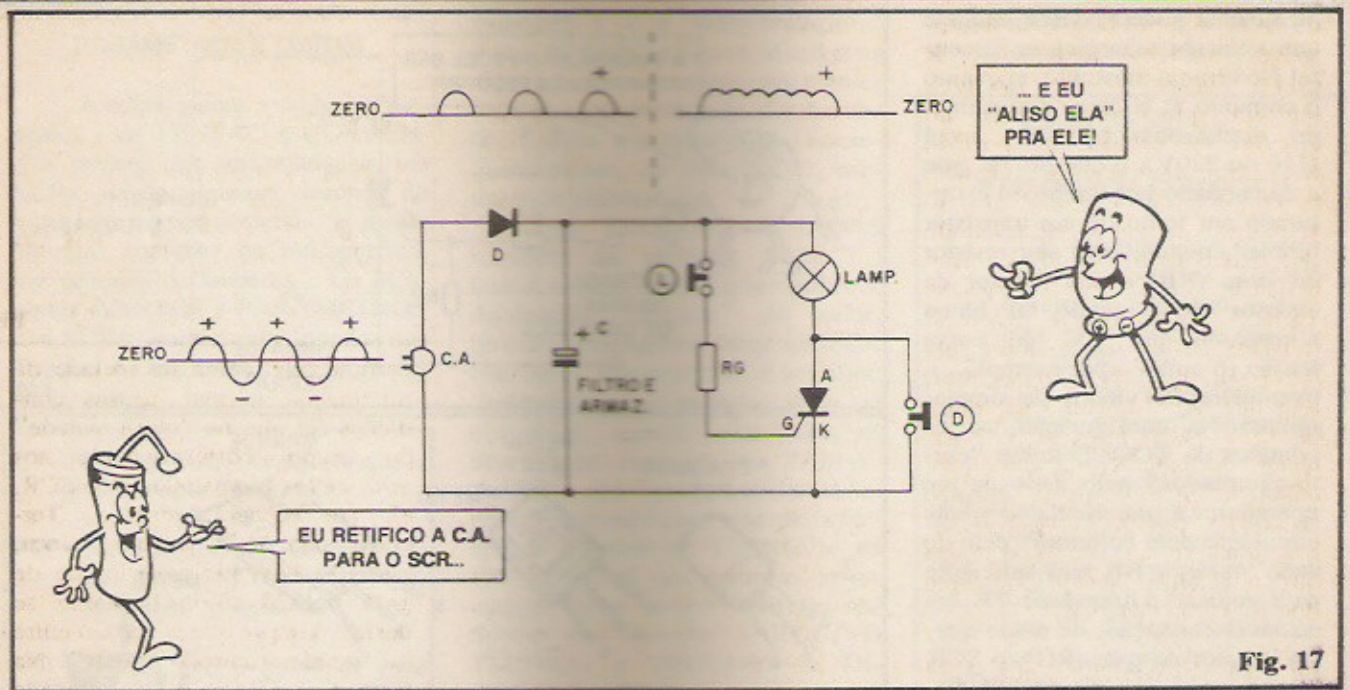

Fig. 17
- FIG. 17 - Podemos, contudo, mesmo numa alimentação geral